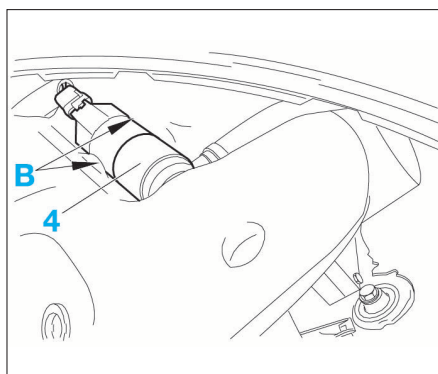

FIG. 18
- Véhicules équipés de lave-projecteurs, déposer la pompe électrique (4) en "B" (Fig.18).